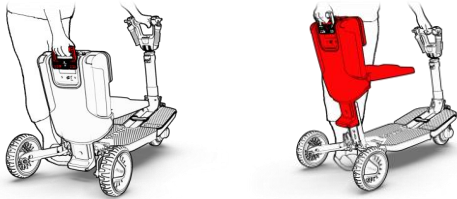

Figure 15
1. Benutzen Sie den Griff, um Stuhl nach oben zu ziehen, bis er klickt & einrastet (Abb. 15).